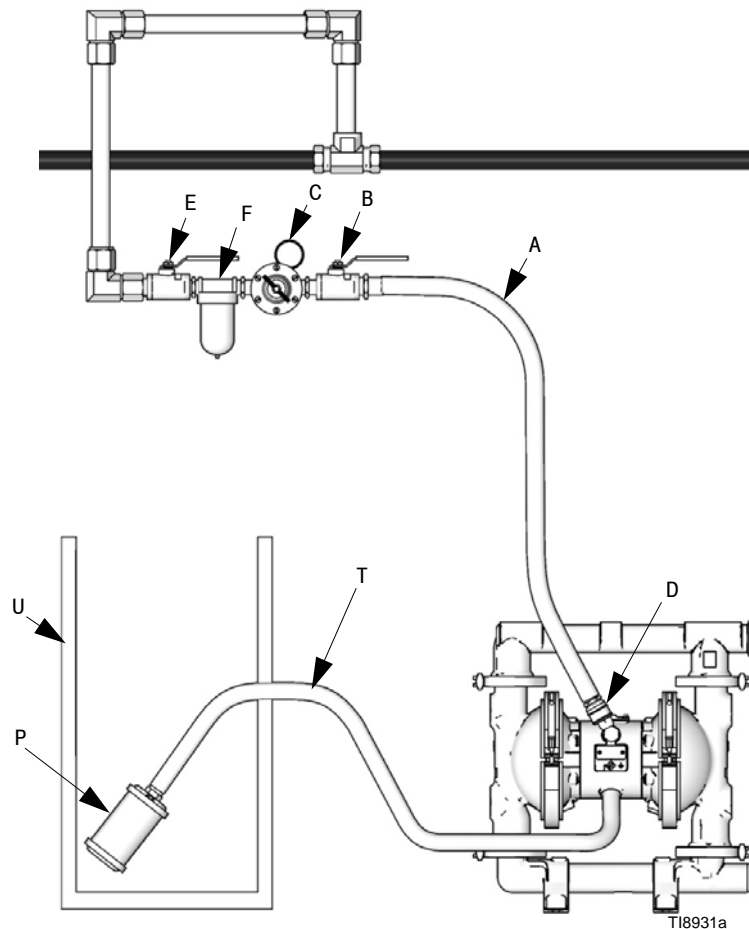

FIG. 4 Entlüftung von Abluft
Bei Membranriss wird die gepumpte Flüssigkeit mit der Luft abgeleitet. Ans Ende der Abluffleitung einen geeigneten Behälter stellen, um das Material aufzufangen. Siehe FIG. 4.
1. Den Schalldämpfer (P) aus der Abluftöffnung in der Pumpe ausbauen.
2. Einen geerdeten Abluffschauch (T) einbauen und den Schalldämpfer (P) an das andere Ende des Schlauches anschließen. Die Mindestgröße des ID für den Abluffschauch beträgt 19 mm (3/4"). Wird ein Schlauch länger als 4,57 m (15 Fuß) benötigt, einen Schlauch mit einem größeren Durchmesser verwenden. Scharfe Biegungen oder Knicke im Schlauch vermeiden.
3. Einen Behälter (U) an das Ende der Luftleitung stellen, um im Fall eines Membranrisses Material aufzufangen. Siehe FIG. 4.